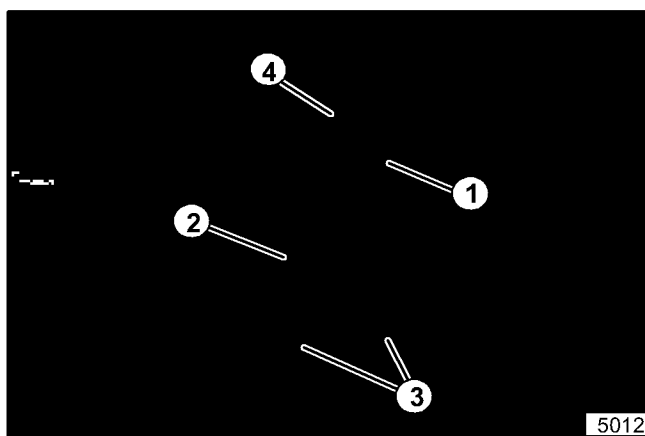

Figure 29. Support de roulement de l'arbre d'entraînement
4. Desserrer la vis de maintien dans le collier de verrouillage sur l'arbre d'entraînement (voir la figure 29). Insérer un poinçon dans le petit orifice du collier et frapper avec un marteau le collier dans le sens des aiguilles d'une montre (direction opposée de la rotation du moteur) jusqu'à ce qu'il soit desserré (environ 1/4 de tour). Enlever le collier.